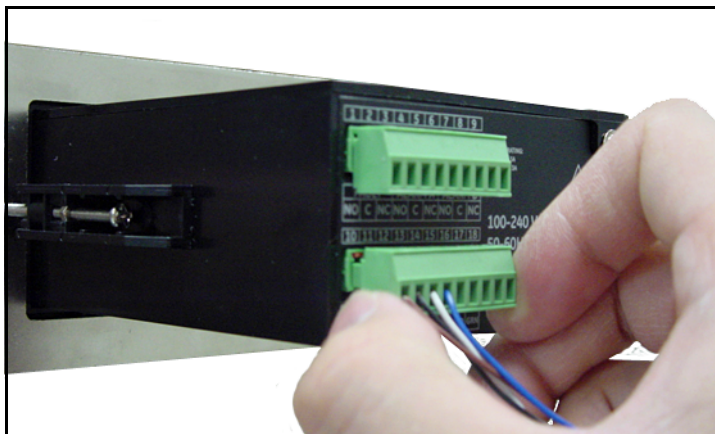

Figure 29: Wiederanschießen des Steckers an die Klemmenleiste
4. Schließen Sie den Stecker wieder an die untere Klemmenleiste an der Rückseite des **dew.IQ** an (siehe Figure 29 unten).